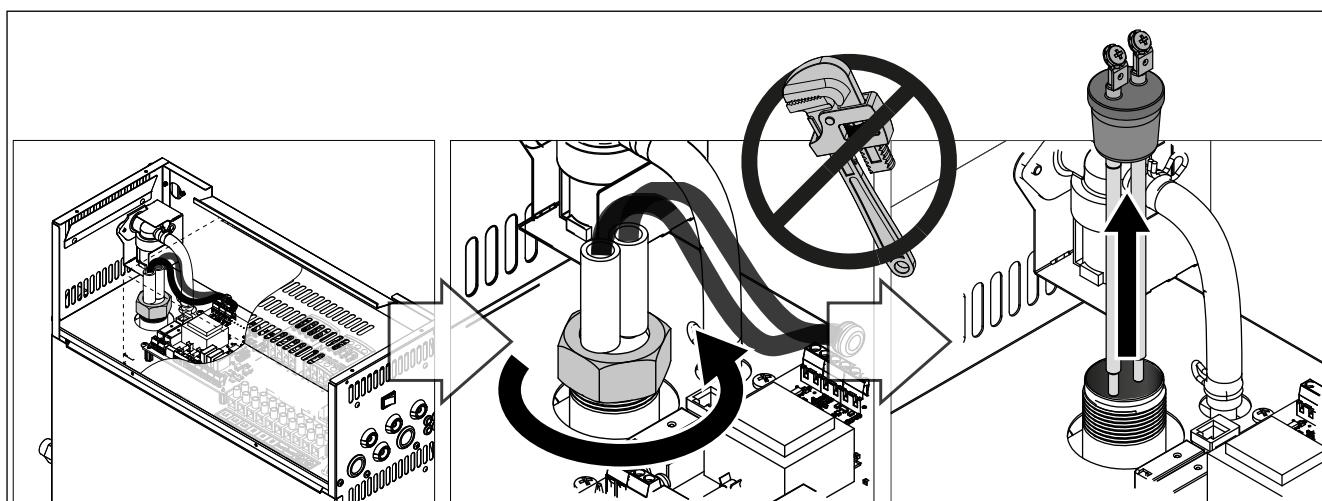

Рис. 4 Очистка водного уровневого предохранителя
4. Снимите водный уровневый предохранитель, размещенный в верхней части парогенератора (см. рис. 4)
- Парогенератор можно устанавливать внизу путем разворота крепежных элементов горизонтально и обрезки отстойника (рисунок 4).